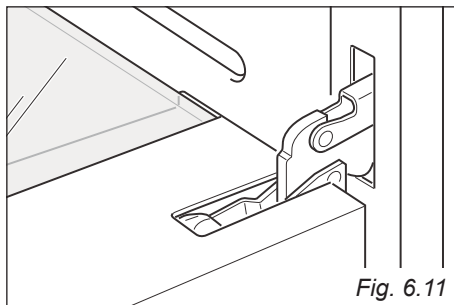

Fig. 6.11
- Aprire completamente la porta del forno (fig. 6.11).